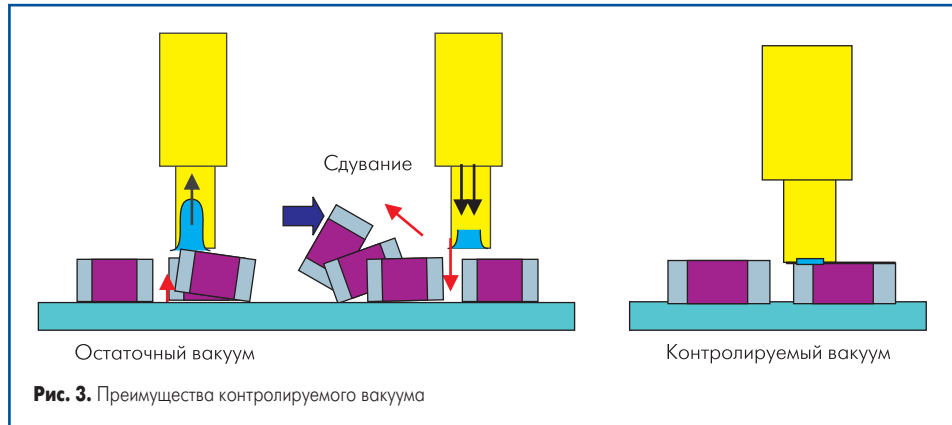

Рис. 3. Преимущества контролируемого вакуума
- Как изменяется точность установки маленьких компонентов, таких как 0402 и 0201, с увеличением плотности монтажа? Помимо точности установки по осям X-Y, в условиях очень плотного монтажа важен непрерывный контроль позиционирования и последовательность установки (чтобы исключить сдувание компонентов при установке). Применяемый в автоматах JUKI контролируемый вакуум полностью исключает эффект «сдувания» компонентов в условиях сверхплотного монтажа (рис. 3).